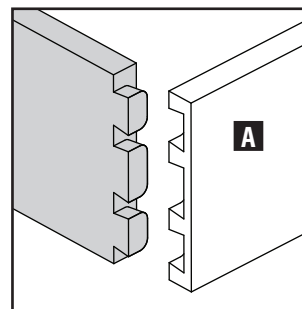
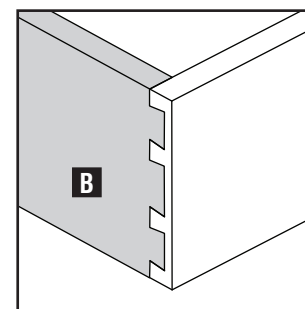

Fig. E1
Fig. E2
Sur l'OMNIJIG® les joints demi-cachés à espacement variable peuvent être coupés en utilisant le doigt ajustable du gabarit (régulier ou miniature). Les joints sont faits en coupant en premier la planche-goujon (tiroir frontal) (A), Fig. E1, et ensuite le hayon (tiroir de côté) (B), Fig. E2.